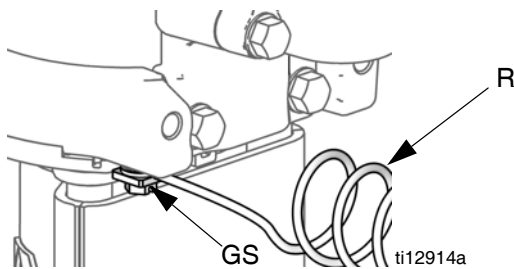

FIG. 2. Jordingskrue og ledning
1. Pumpe: Se FIG. 2. Kontroller at jordingskruen (GS) er festet og forsvarlig strammet på luftmotoren. Koble den andre enden av jordledningen (R) til en god jordforbindelse.